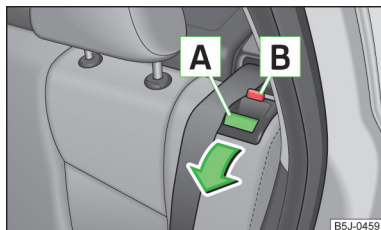

Fig. 57
- Presionando el botón de seguridad **A** » fig. 57, desbloquee el respaldo e inclínelo hacia delante.